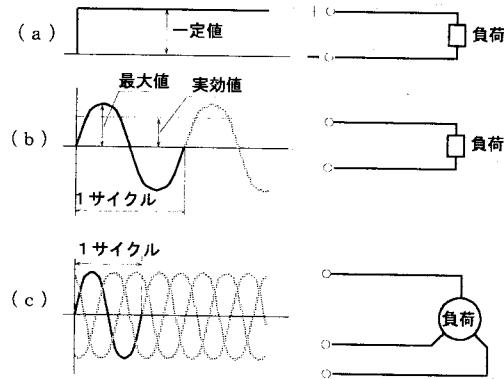

図 2-1 電気回路の電源の種類
(1) 直流と交流
① 直流 (D C) (図 2-1 (a))
② 交流 (A C) : 大きさと方向が周期的に変わる電流である。
a) 単相交流 (図 2-1 (b))
b) 三相交流 (図 2-1 (c))